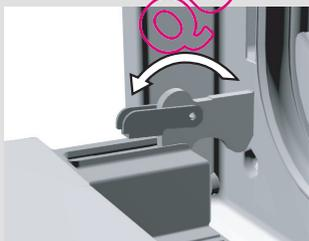
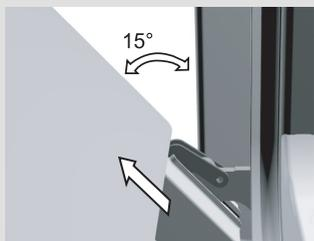

Figure 1
Figure 3
- Ouvrez complètement la porte du four et faites pivoter entièrement les butées – s'applique au système de fermeture conventionnel (Figure 1).
- Ouvrez complètement la porte du four et faites pivoter les loqueteaux vers l'avant (figure 1). Puis fermez lentement la porte jusqu'à ce que les loqueteaux soient en appui contre les supports. Lorsque la porte forme un angle de 15° par rapport à sa position fermée, soulevez-la légèrement et déboîtez-la des supports des charnières (figure 3).